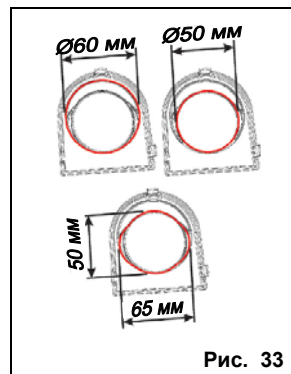

Рис. 33
- Установить на корпус механизма отпирания переднюю заглушку, предварительно проделав в ней отверстие нужного диаметра (рис. 33), в зависимости от диаметра стрелы.